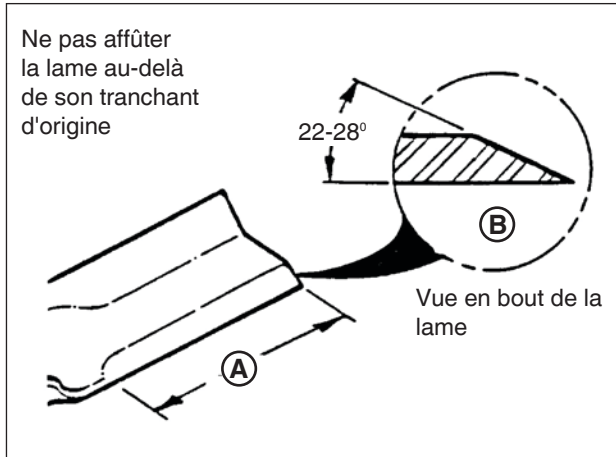

Figure 22 : Affûtage de la lame de tondeuse
- Affûter la lame sur une meule à un angle de 22 à 28 degrés (**B**, **Figure 22**). NE PAS affûter la lame au-delà de son tranchant d'origine (**A**).